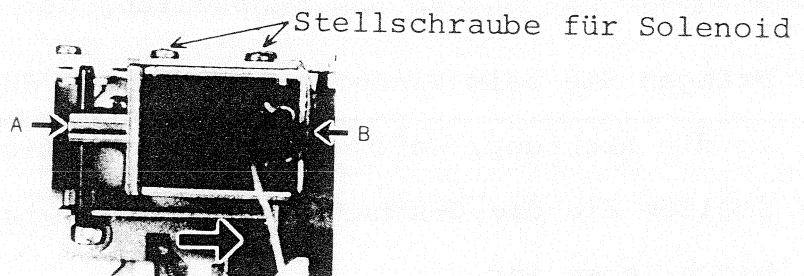

Abb. 13 ( Solenoid-Teil )
c) Stellen Sie mit dem Finger die Richtung ---A, B für das Solenoid ein, und fixieren Sie das Solenoid an der Stelle, die Möglichst weit in Pfeilrichtung liegt, wie Sie aus Abb. 13 ersehen können.